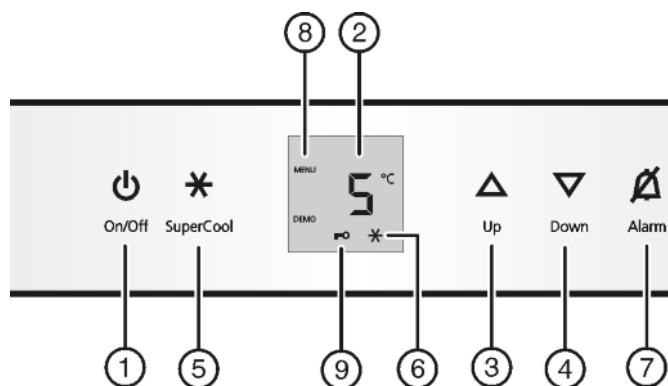

Fig. 2
- ▶ Pritisnite tipko On/Off *Fig. 2 (1)*.
- ▶ Aktiviranje režima za nastavljanje: Pritisnite in držite tipko tipko SuperCool *Fig. 2 (5)* pribl. 5 s.
- ▶ Za potrditev kratko pritisnite tipko SuperCool *Fig. 2 (5)*. Ko se na indikaciji izpiše **c!**:
- ▶ Za izklop otroškega varovala kratko pritisnite tipko SuperFrost *Fig. 2 (5)*.
- ▷ Simbol Otroško varovalo *Fig. 2 (9)* sveti. Na indikaciji utripa **c**.
- ▷ Simbol Otroško varovalo *Fig. 2 (9)* ugasne. Na indikaciji utripa **c**.
- ▶ Deaktiviranje nastavitvenega načina: Pritisnite tipko On/Off *Fig. 2 (1)*.
- ▶ Pritisnite tipko Alarm *Fig. 2 (7)*.
- ▶ Nastavitev višje temperature: Pritisnite nastavitveno tipko Up *Fig. 2 (3)*.
- ▶ Nastavitev nižje temperature: Pritisnite nastavitveno tipko Down *Fig. 2 (4)*.
- ▶ Kratko pritisnite tipko SuperCool *Fig. 2 (5)*.
- ▷ Zasveti simbol SuperCool Fig. 2 (6) na prikazu.
- ▶ Kratko pritisnite tipko SuperCool Fig. 2 (5).
- ▷ Simbol SuperCool Fig. 2 (6) na indikaciji ugasne.